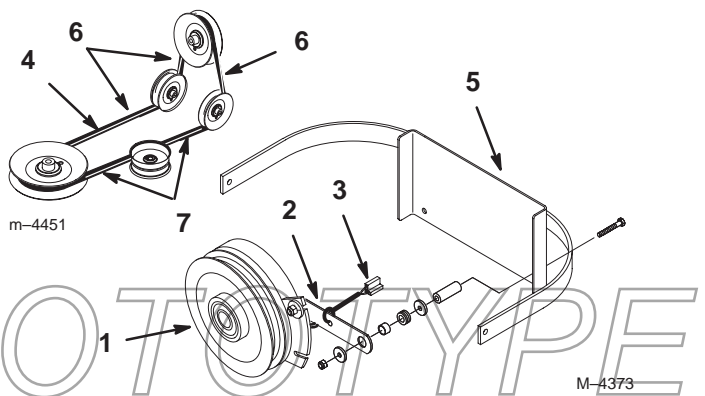

Figure 58
2. Retirez la barrette de retenue de l'embrayage du bâti de la machine et débranchez la borne de l'embrayage du faisceau de câblage (Fig. 58).
3. Déposez la courroie d'entraînement de PdF de l'ensemble bras de tension arrière et poulie de tension avant. Déposez la courroie d'entraînement de PdF (Fig. 58).
4. Installez la courroie d'entraînement neuve sur l'embrayage, autour de la poulie de tension arrière, dans l'ensemble bras de tension arrière, dans l'ensemble poulie de tension avant et sur la poulie centrale supérieure (Fig. 58).
Important Vérifiez le vrillage de la courroie entre les poulies. Il doit être conforme aux spécifications de la Figure 58.
5. Posez la barrette de retenue de l'embrayage et branchez la borne de l'embrayage au faisceau de câblage (Fig. 58).